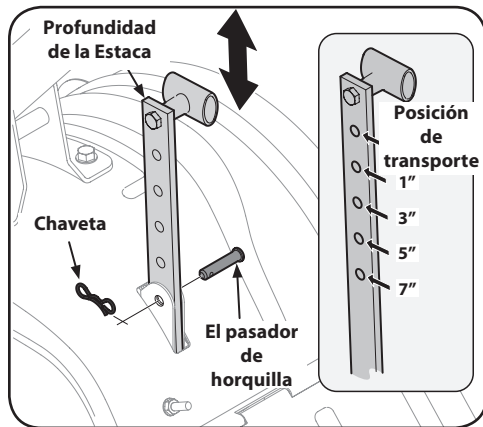

Figura 3-4
1. Cuando se utiliza la caña del timón, por primera vez, utilice el orificio de ajuste segundo de la parte superior (1 "de profundidad de labranza). Véa la Figura 3-4.
6. Para ajustar la profundidad de juego, quitar el pasador de horquilla y la horquilla. Mueva la estaca de profundidad en la posición deseada y asegure con el pasador de horquilla y la horquilla. Véa la Figura 3-4.